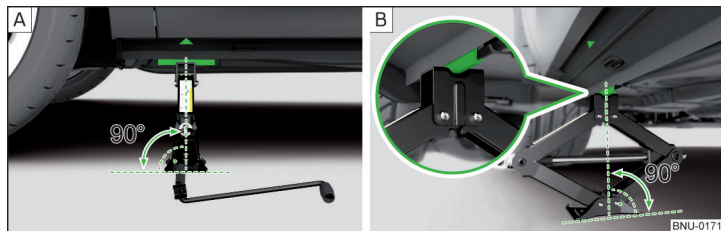

Fig. 324 Colocar el gato
La travesa de toma para el gato se encuentra directamente debajo de la marca sobre el revestimiento del larguero de soporte » fig. 324 - [A].
- » Apoye la placa de base del gato con toda la superficie en un suelo recto de la manera que el gato se encuentra en posición vertical respecto a la travesa de toma » fig. 324 - [A].
- » Gire el gato con la manivela hacia arriba hasta que la garra se encuentre en el larguero » fig. 324 - [B].